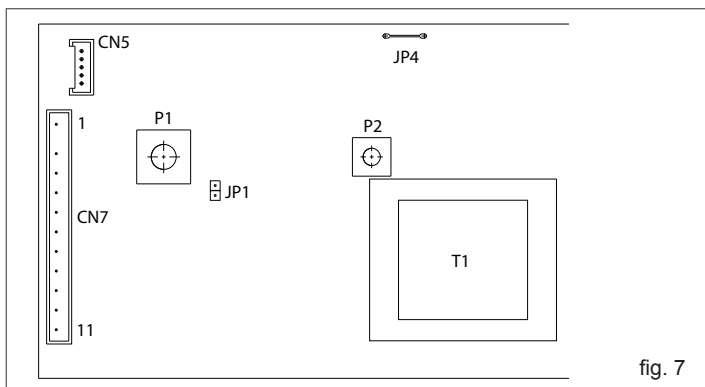

fig. 7
- sulla scheda di controllo (fig. 7):